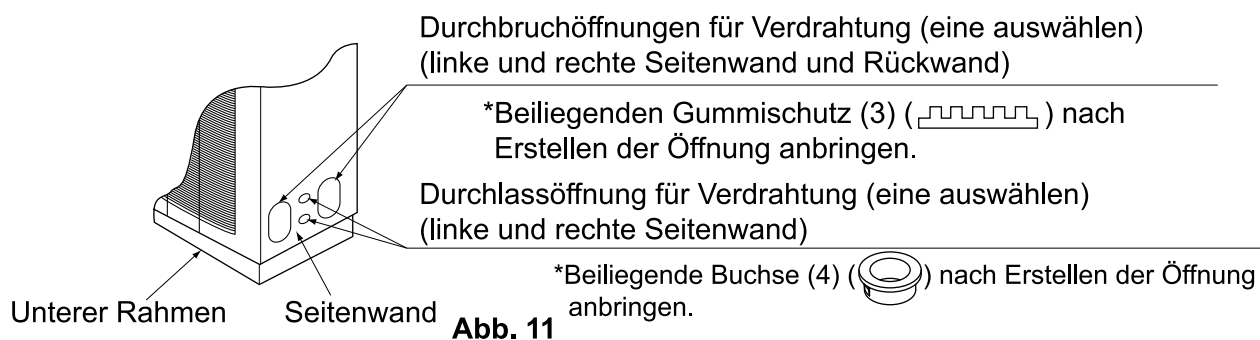

Abb. 11
1. Öffnen Sie die Durchbruchöffnungen in der rechten (linken) Seitenwand. (Siehe Abb. 11)